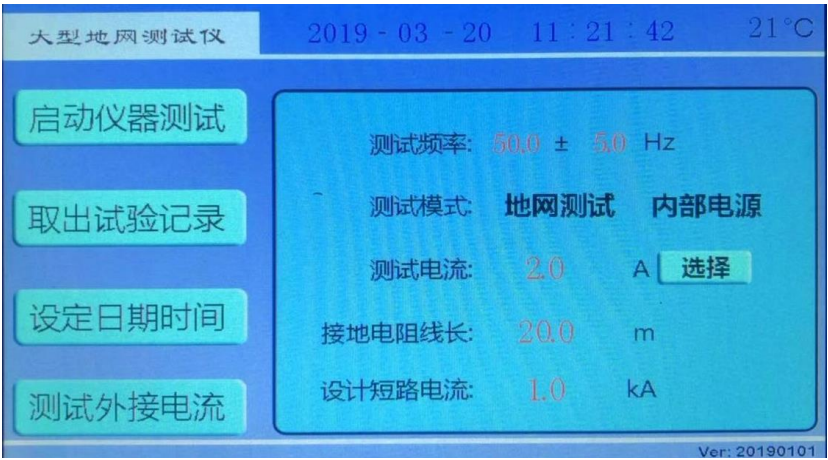
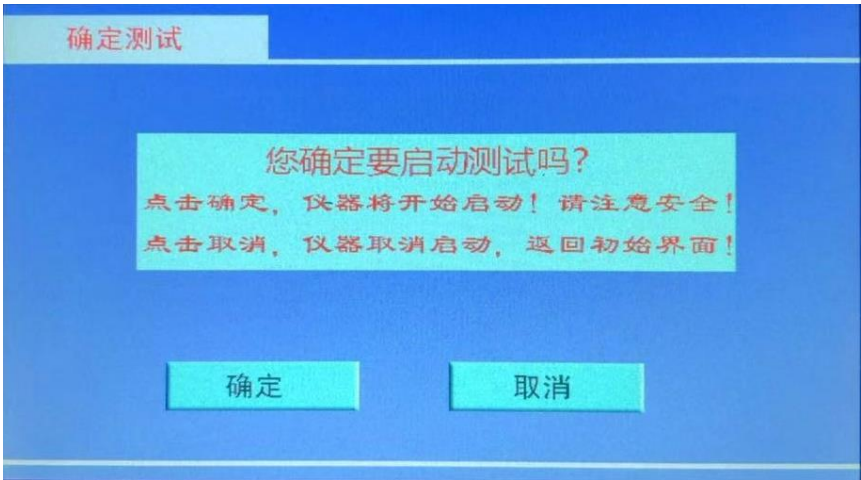
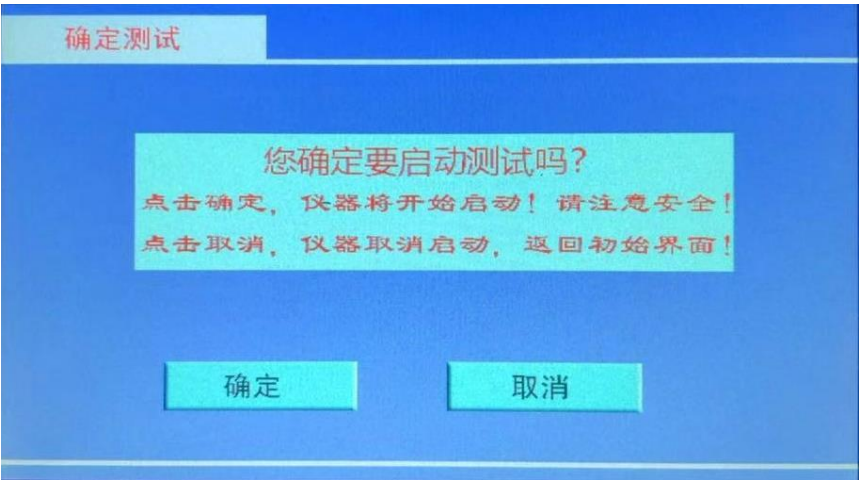
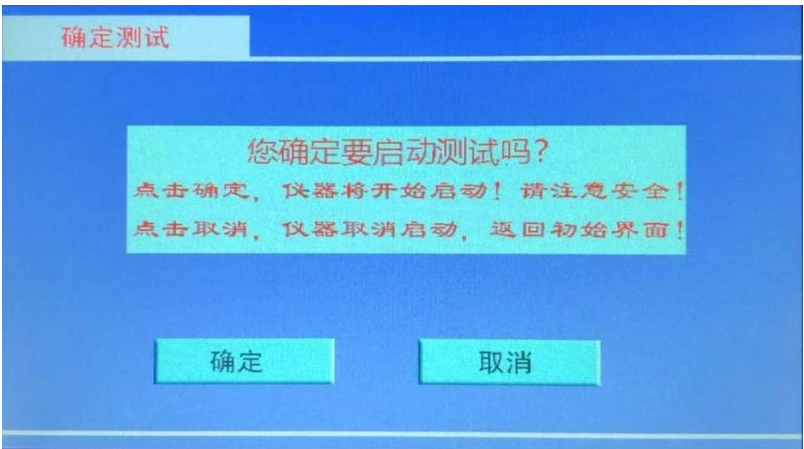

图 5 开机界面
图 10 测试确认界面
图 14 测试确认界面
图 18 测试确认界面
- 1. 打开电源开关，计算机进行自检，几秒钟后，液晶屏显示中文主菜单如图 5 所示，表示自检成功。
- 7) 开机界面(图 5)下，红色数字的修改。如测试频率等项目，只需要使用触屏笔或手指点击，就可弹出数字键盘，然后修改即可。（图 9）
在开机界面(图 5)下,测试模式选择**地网测试**，使用触屏笔或手指点击**启动仪器测试**,出现测试确认界面（图 10）：
点击**确定**,将开始升流测试。**请确认已经接好测试**。此时将出现**地网测试**界面(图 11)。点击**取消**,仪器将返回开机界面(图 5)。
此时按下**退出**，返回到开机界面(图 5)。按下**打印**，打印出结果。
在开机界面(图 5)下，测试模式选择**接地电阻**，（线长一般选择 20 米）使用触屏笔或手指点击**启动仪器测试**，出现测试确认界面（图 14）：
点击**确定**, 将开始升流测试。**请确认已经接好测试线**。此时将出现**接地电阻测试界面**(图 15)。点击**取消**, 仪器将返回开机界面(图 5)。
在开机界面(图 5)下, 测试模式选择**恒流测试**，（短路电流一般为 1kA）使用触屏笔或手指点击**启动仪器测试**, 出现测试确认界面（图 18）：
此时将出现**恒流测试**界面(图 19)。点击**取消**，仪器将返回开机界面(图 5)。
此时按下**退出**, 返回到开机界面(图 5)。按下**打印**, 打印出结果。